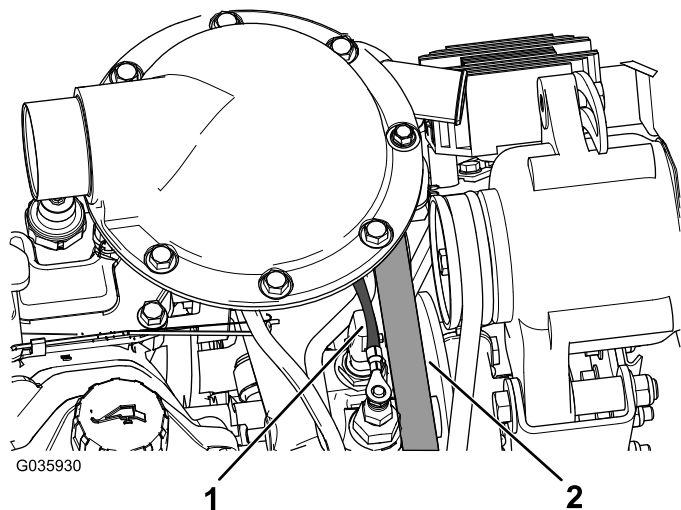

Figure 12
4. Avec des serre-câbles, attachez le tube transversal et le faisceau de câblage du moteur à l'écart de la courroie d'alternateur (Figure 12).